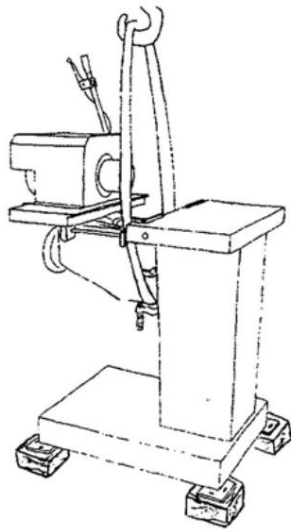

Fig. 4: Transporte LLB 30
Paso 2: Sujete una cuerda al gancho de la grúa y a los puntos correspondientes de la máquina (ver Fig. 4). Para evitar que las cuerdas rayen la pintura, se aconseja colocar paños entre la máquina y las cuerdas.